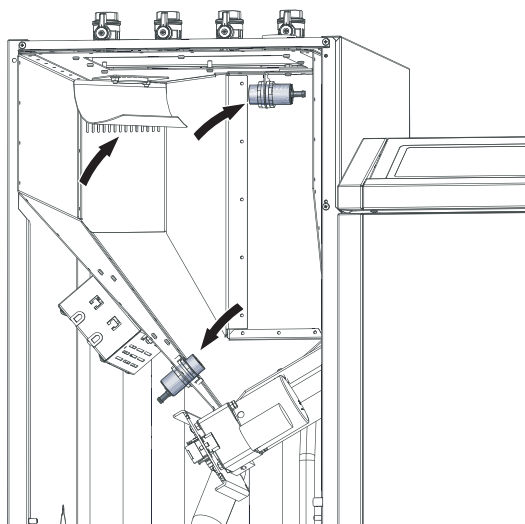

Fig. 75 Pulire gli interruttori di prossimità e le fessure dei filtri
- ▶ Rimuovere la polvere dagli interruttori di prossimità e dalle fessure del filtro – Fig. 75.